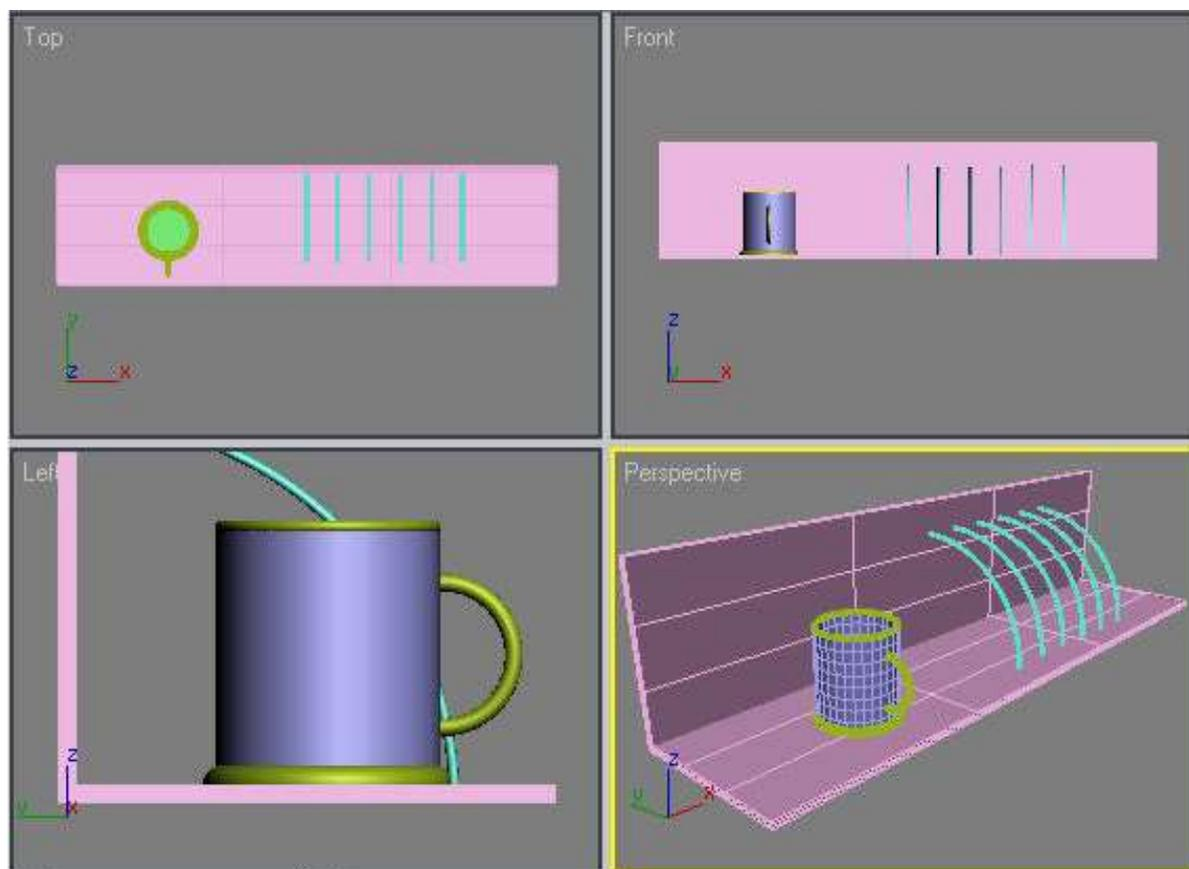

Рис. 18 – Сцена после создания подставки для тарелок
6. Нажав и удерживая клавишу **Ctrl**, щелкните на обоих объектах (исходном и полученному) — объекты выделяются. Еще раз выполните команду **Edit** → **Clone** (**Правка** → **Клонировать**). В появившемся окне **Clone Options** (**Параметры клонирования**) выберите вариант клонирования **Copy** (**Независимая копия объекта**). Переместите полученные объекты вдоль полки. Повторите клонирование еще раз и создайте третью пару объектов. Переместите их вдоль полки. Подставка для тарелок готова (рис. 18).